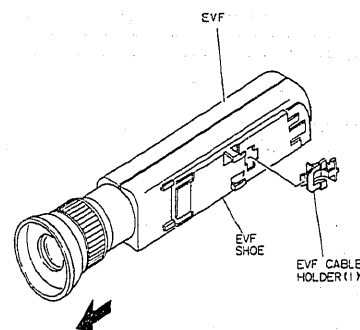

Fig. 2-151
- 1) Remove the EVF cable holder (1). (See Fig. 2-151)